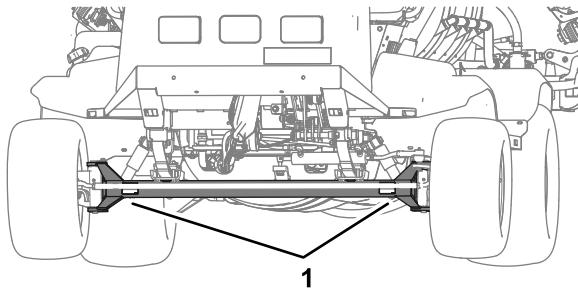
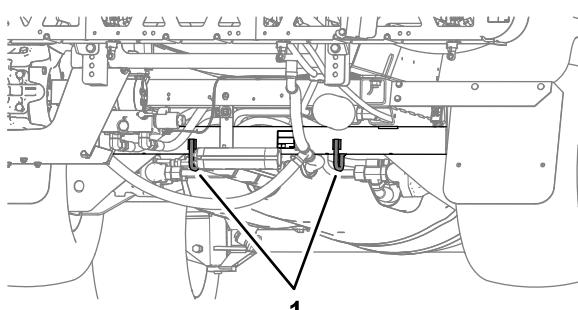

图 50
图 51
- 将机器牢固地栓系在运输车辆上; 图 50 和 图 51 显示了机器的栓系点位置。